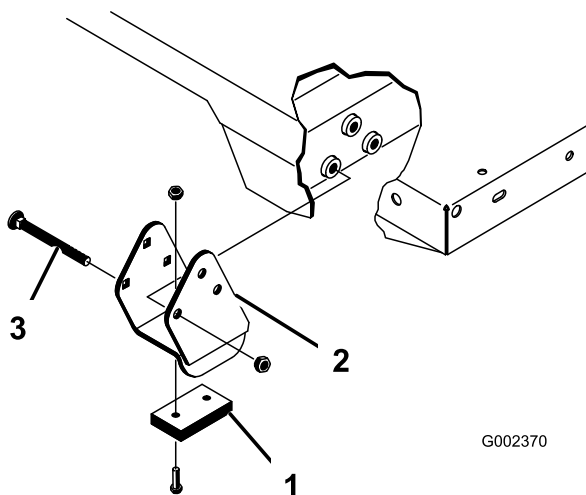

図 25
スペーサブラケットとウェアブロック(図 25)はキャリッジボルトで固定しますが、このボルトは必ず頭を車両の内側に向けてください。
2. 荷台を慎重に車両フレームの上に乗せる。後部にある荷台のピボットプレートの穴とリアフレームチャンネル鋼材の穴を揃えて、クレビスピンとリンチピン各2個を取り付ける(図 25)。
4. クレビスピンは荷台の外側から差し込み、リンチピンが荷台の外側に向くようにする(図 25)。